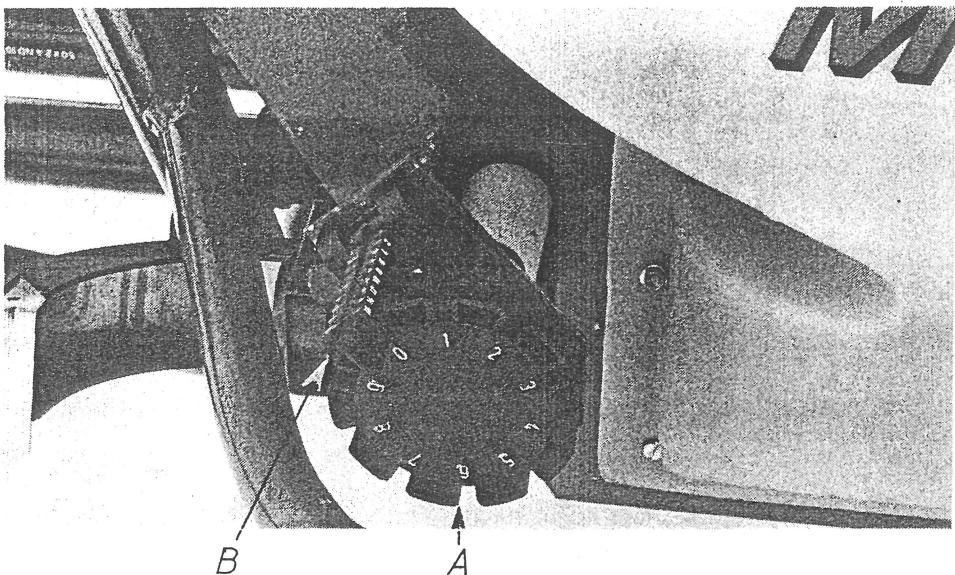

Fig 4
Från såtabellen utläses det inställningsvärdet som motsvarar den valda körhastigheten och den önskade givans storlek. Dethär inställningsvärdet ställs in med rattarna (A bild 4) bak på maskinen. Det är att observera att skalan på rattarnas låsklaff B ger inställningsvärdets heltal medan siffrorna på rattlecket ger inställningsvärdet i decimaler.
- Innan spridningen påbörjas kontrollera att reglerrattens låsklaff är i låst läge (B bild 4). Kontrollera också att fjärrreglagekabeln är inställd så att klokopplingen drar när fjärrreglagets spak är i sitt bakersta läge och att spaken är i mellanläge när vänstra matningsmekanismen är fri och högra sidan drar.